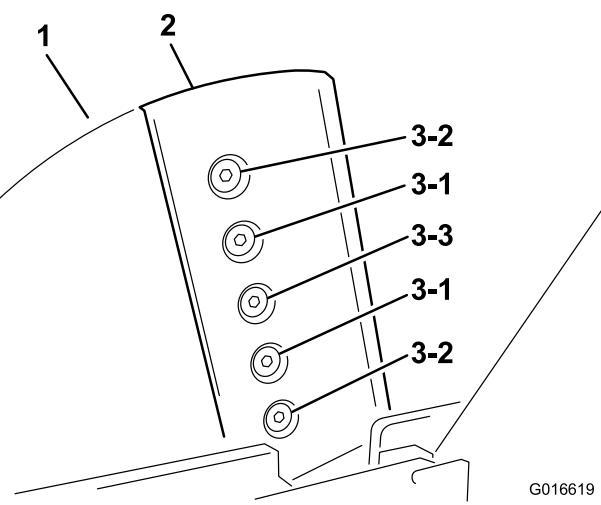

Figura 29
5. Apriete primero los pernos y las tuercas del centro, luego los tornillos y tuercas exteriores, y por último, apriete los pernos y tuercas interiores. Consulte la secuencia de apriete (Figura 29).
2. Gire el volante con un palo hasta que los pernos y las contratuerzas que sujetan las cuchillas al volante estén accesibles (Figura 29).